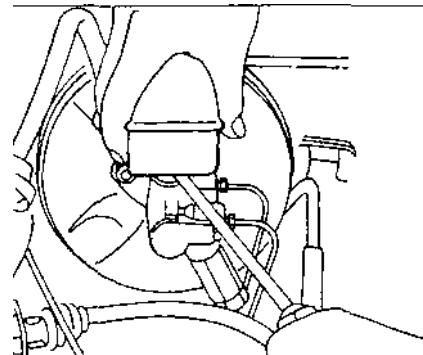

Рис. 7.17.
- аккуратно с помощью отвертки поддеть бачок и, покачивая его, снять (рис. 7.17);